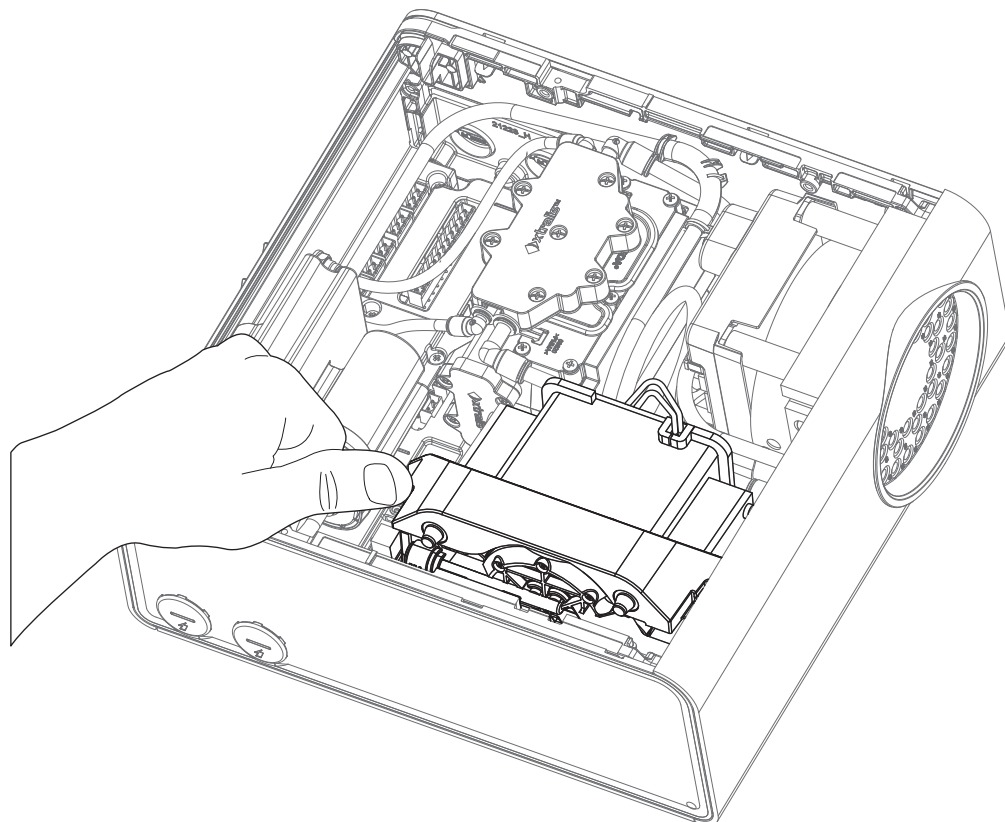

Рис. 7-15: Демонтаж насоса
9. Извлеките насос из извещателя. Для этого наклоните и извлеките его, как показано на рисунке (Рис. 7-15).